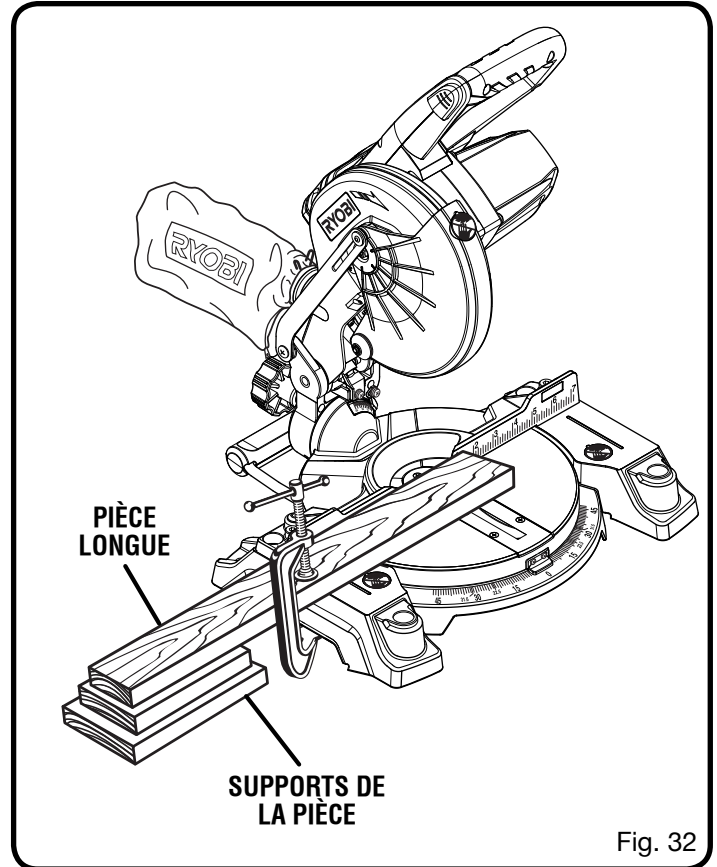

Fig. 32
rouleau ou un plan de travail se trouvant au même niveau que la scie. Voir la figure 32.
- Lors de la coupe de planches ou de moulures longues, soutenir l'extrémité libre de la pièce avec un chevalet à rouleau ou un plan de travail se trouvant au même niveau que la scie. Voir la figure 32.
- Lors de la coupe de planches ou de moulures longues, soutenir l'extrémité libre de la pièce avec un chevalet à rouleau ou un plan de travail se trouvant au même niveau que la scie. *Voir la figure 32.*
Voir la figure 32.